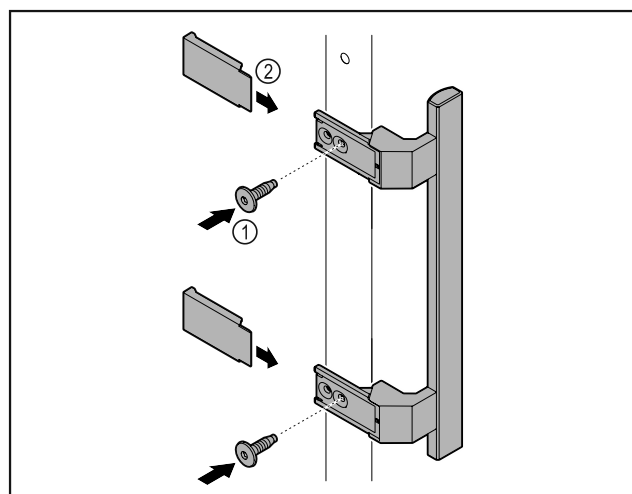

Fig. 2
- ▶ Rokturi no atsevišķā piederumu iepakojuma ar klāt pievienoto skrūvju Fig. 2 (1) palīdzību piestipriniet pie durvīm.
- ▶ Uzlieciet pārsegu Fig. 2 (2).